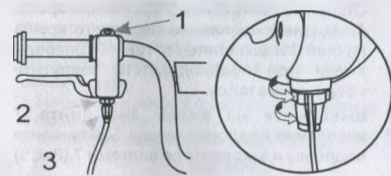

рис. 7
Для того, чтобы отрегулировать положение тормозной ручки ослабьте винт крепления (1), поставьте ручку в удобное положение и закрепите ее с помощью шестигранника 5мм. Установите трос тормоза в паз ручки и зафиксируйте его с помощью контргайки (2)(рис. 7).